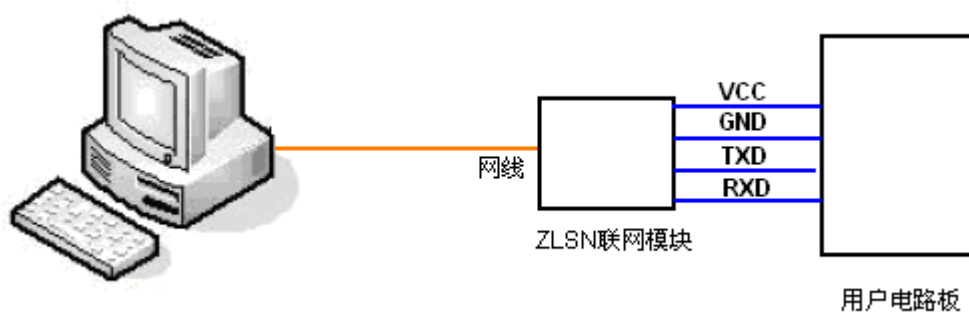

图 3 使用 ZLSN2003 的示意图
1. 方便地集成到用户采集、控制系统中。这样用户的采集功能系统就具有了网络采集、网络控制的功能。具体做法是将 ZLSN2003 的 TTL 电平串口和用户的控制板的 MCU 的 TTL 串口连接，实现数据的网络传输。如图 3 所示。